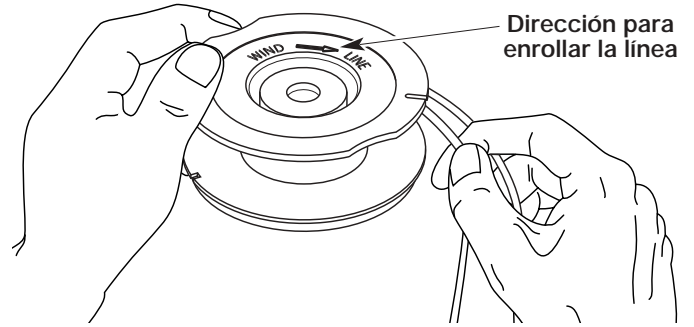

Fig. 15
8. Enrolle las líneas en capas apretadas y parejas sobre el carrete interior. Enrolle la línea en la dirección indicada en el carrete interior. Ponga su dedo índice entre las dos líneas para evitar que se superpongan, tuerzan o que se crucen (Fig. 15). No sobreponga, tuerza o cruce las puntas de la línea. Proceda al paso 12.